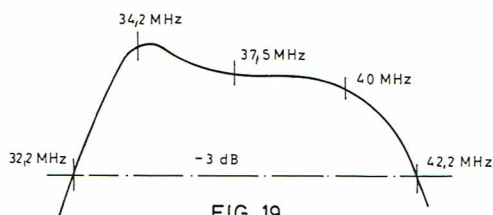

FIG. 19
- Oscillo aux bornes de R 340, vérifier si la courbe obtenue correspond à la fig. 19.